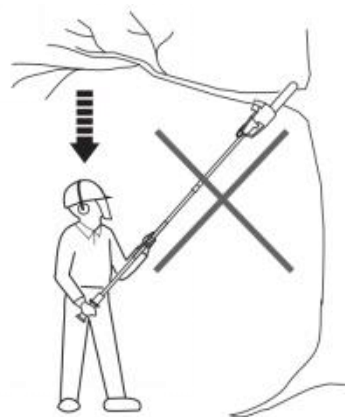

Fig. 51
4. Nunca se pare directamente debajo de la rama que está cortando. Los objetos pueden caer diferente a lo esperado. Colóquese siempre fuera del alcance de las cojeras que caen (Fig. 51).